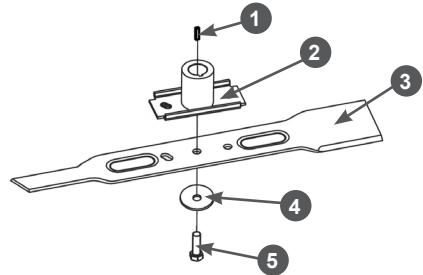

Рис. 20 Установка ножа
2. С помощью соответствующего инструмента открутите болт 5 крепления ножа и снимите нож 3 (Рис. 20).
3. Снимите с вала двигателя адаптер 2 ножа (Рис. 20).
4. Убедитесь в том, что шпонка 1 адаптера на месте и не имеет повреждений (Рис. 20). Во избежание утери шпонки во время заточки ножа или других работ по обслуживанию газонокосилки извлеките шпонку из вала и уберите в надёжное место.
7. Установите все детали на место в порядке, обратном снятию. Схема установки показана на Рис. 20.
8. 8. Зафиксируйте нож от проворачивания и надёжно затяните болт 5 крепления ножа (Рис. 20).